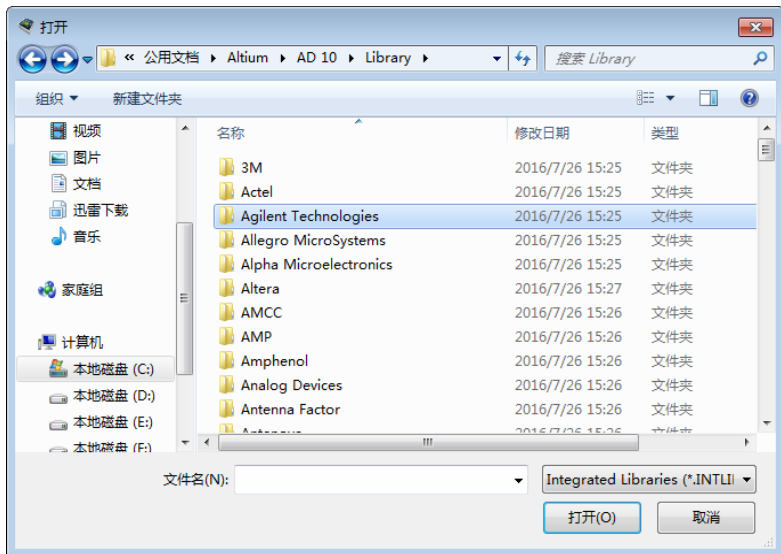

图 4-9 “打开”对话框
2) 单击 Install 按钮, 启动如图 4-9 所示的“打开”对话框, 该对话框默认显示系统库文件的安